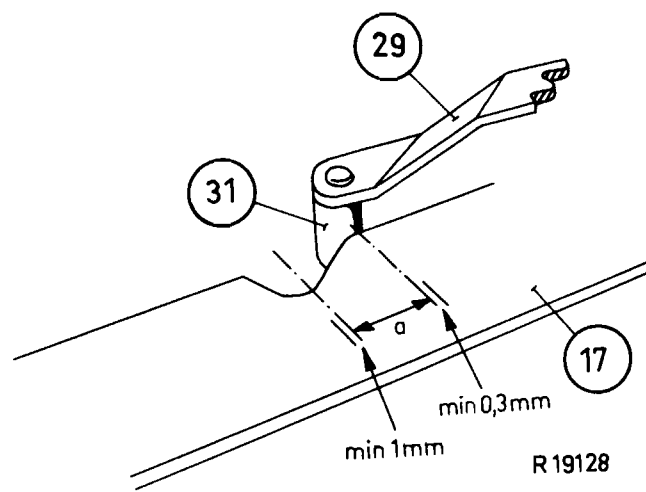
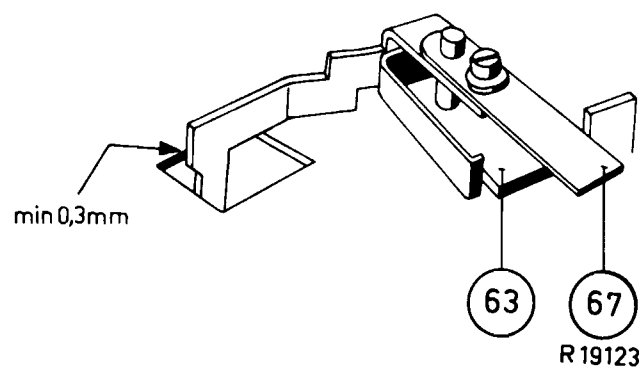
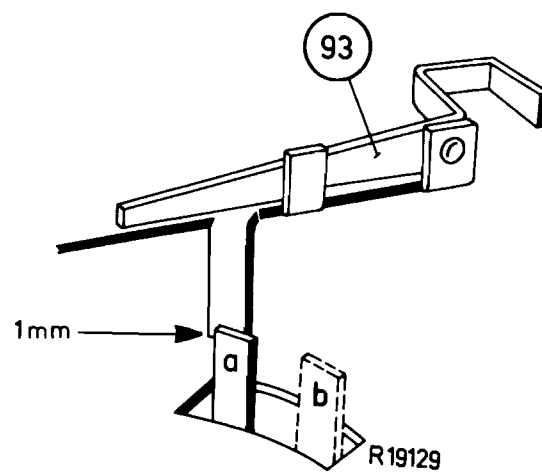

Fig.12
Fig.13
Fig.14
De stopstrip in beugel 169 wordt door de veer 206 in de bovenste stand gehouden. Met het vallen van de laatste plaat valt ook de platendrukker 174. Deze drukt de stopstrip mee naar beneden. De stopstrip valt op bladveertje 67. Na het afspelen van de laatste plaat beweegt de strip 17 naar achteren en hiermee ook de uitschakelbeugel 63 (zie fig. 13). De bladveer 67 stuit nu tegen de stopstrip waardoor uitschakelbeugel 63 verdraaid wordt. De boven strip 17 uitstekende lip van uitschakelbeugel 63 verdraait de blokkeerbeugel (zie fig. 14.) De door montagebeugel 2 stekende lip van deze blokkeerbeugel gaat van stand b naar stand a. In deze stand staat de lip vóór de naar beneden gerichte lip van opzetbeugel 93. De p.u.-arm wordt nu dus tegenhouden. Terwijl strip 17 naar de arretstand beweegt, zakt de p.u.-arm in de steun en de inmiddels vrijgegeven blokkeerlip wordt door kipveer 39 in de oorspronkelijke stand b terruggebracht. Wanneer strip 17 bijna de arretstand bereikt heeft, drukt de naar de draaitafelas gerichte lip van beugel 63, de netschakelaar in stand "Uit". Daar de rol 31 de arrethelling reeds bereikt heeft en hier een kracht op uitoefent, springt de strip 17 vervolgens in de arretstand, zie fig. 12. Terwijl dit gebeurt, loopt de messingveer van uitschakelbeugel 63 aan tegen het doorgedraaide schroefeinde in montagebeugel 2. Hierdoor komt uitschakelbeugel 63 weer in de oorspronkelijke stand.
1. De netschakelaar moet uitgeschakeld worden, wanneer de rol 31 zich op het traject a bevindt (zie fig. 12).
stopstrip gedrukt wordt, moet de uitstekende lip van uitschakelbeugel 63 aanliggen tegen de zijkant van het gat in strip 17 (zie fig. 13).
3. Na het afspelen van de laatste plaat beweegt de p.u-arm naar buiten. Wanneer nu de naar beneden gerichte lip van de opzetbeugel 93, 1 mm voorbij de blokkeerlip is, moet de blokkeerlip van stand b in stand a schuiven (zie fig. 14). Wanneer de 2 lippen tegen elkaar gezet worden, moet de p.u-arm bij het dalen precies in de steun terecht komen.